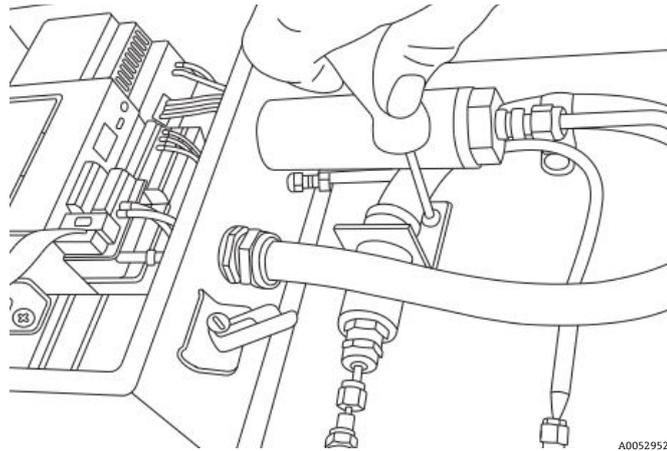

Figura 86. Rimozione della staffa del conduit
7. Togliere le 2 viti della staffa del conduit con una chiave esagonale 5/32 in. Vedere Figura 86.